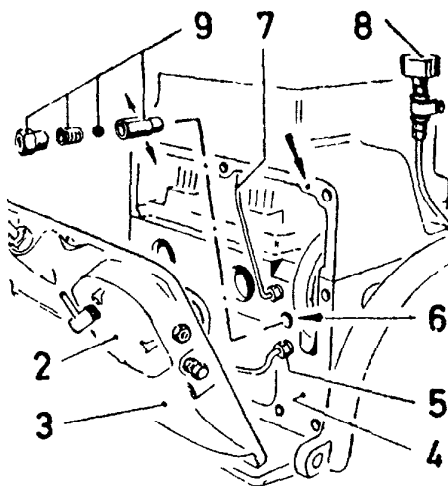

Fig. 98
2. Skru av oljetrykks-manometeret (fig. 98, pos. 8) eller manometerrøret (til instrumentbord).
3. Stikk en 22 mm pipenøkkel inn plugghullet (2). Skru ut ventilen (fig. 98, pos. 9), demonter fjærhylsen (1/4" socketnøkkel), vask delene i brennolje eller parafin. Er setet skadet bør huset skiftes, S1—2G54gb.
1. Steng brennoljekranen, løs rørene fra fødepumpen, filteret og pumpene. Løs veivhusluken (side 68, fig. 98). Løft den av uten mer demontering.